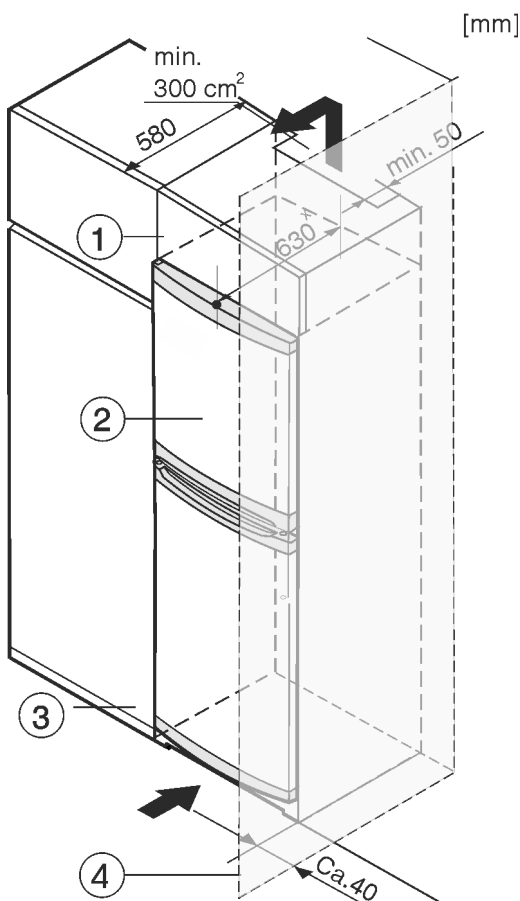

Fig. 8
L'appareil peut être intégré dans des meubles de cuisine. Pour adapter l'appareil Fig. 8 (2) à la hauteur du coin cuisine, une rehausse Fig. 8 (1) peut être posée sur l'appareil.
Lors de la transformation avec des placards de cuisine (profondeur max. 580 mm), l'appareil peut être placé directement à côté du placard Fig. 8 (3). L'appareil se trouve latéralement à 34 mm * et au milieu de l'appareil à 50 mm * par rapport à la façade du placard.
Si l'appareil avec les charnières est installé près d'une paroi Fig. 8 (4), la distance entre l'appareil et la paroi doit être de min. 40 mm. Ceci correspond à la saillie de la poignée avec la porte ouverte.